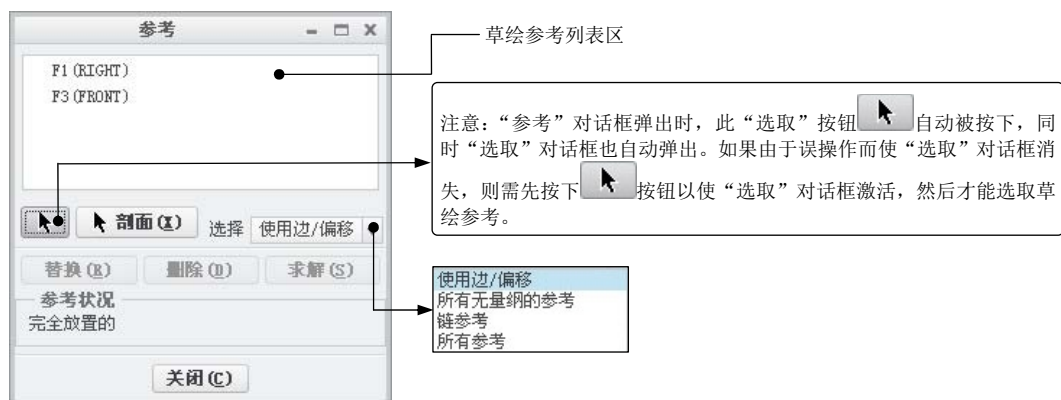

图 5.2.19 “参考”对话框
项,系统弹出“参考”对话框,系统在参考列表区列出了当前的草绘参考,如图 5.2.19 所示(该图中的两个草绘参考 FRONT 和 TOP 基准平面是系统默认选取的)。如果用户想添加其他的点、线、面作为草绘参考,可以通过在图形上直接单击来选取。
- 没有足够的参考来摆放一个截面时,系统会自动弹出图 5.2.19 所示的“参考”对话框,要求用户选取足够的草绘参考。